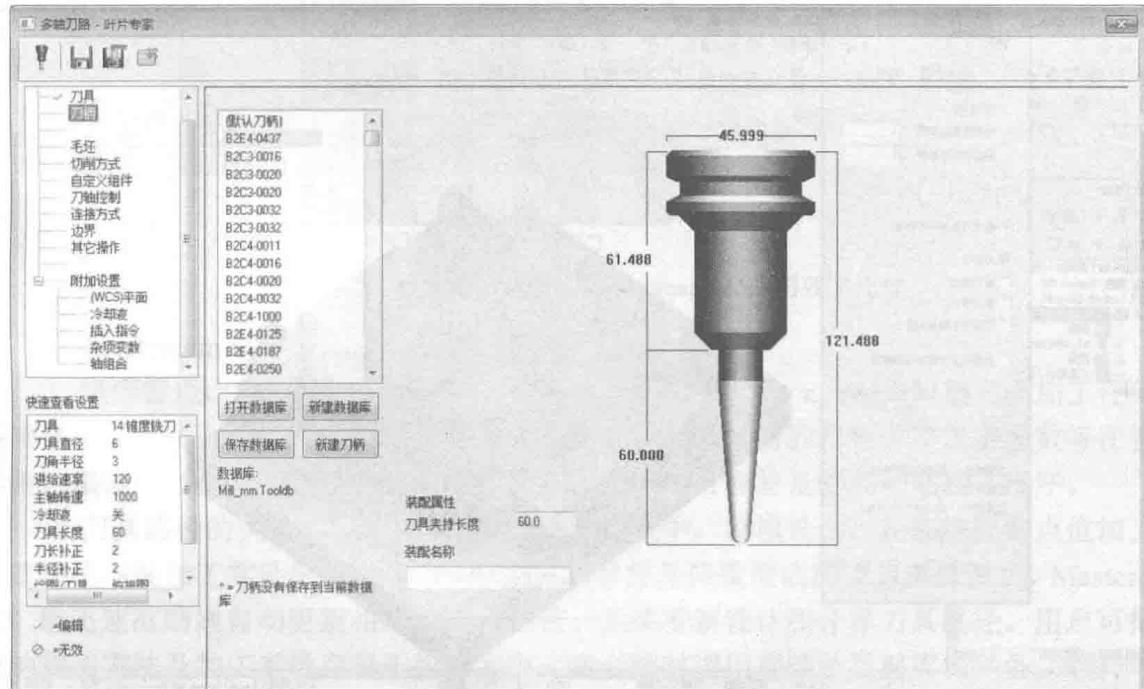

图 1-7 曲面高速加工参数选项
- ⑤ 昆式曲面改为更方便的“网状曲面”。
- ⑥ 增加“面与面倒圆”这一实验项目。
- ⑦ 直接读取其他 CAD 文档, 包含 DXF、DWG、IGES、VDA、SAT、Parasolid、SolidEdge、SolidWorks 及 STEP 文件。
- ⑧ 增加机器定义及控制定义, 明确规划 CNC 机器的功能。
- ⑨ 外形铣削形式除了 2D、2D 倒角、螺旋式渐降斜插及残料加工外, 新增“毛头”的设定。
- ⑩ 外形铣削、挖槽及全圆铣削增加“贯穿”的设定。
- ⑪ 增强交线清角功能, 增加“平行路径”的设定。
- ⑫ 将曲面投影精加工中的两区曲线熔接独立成“熔接加工”。
- ⑬ 改用更人性化的路径模拟界面, 可以更精确地观看及检查刀具路径。
- ① 曲面高速加工参数选项, 如图 1-7 所示。